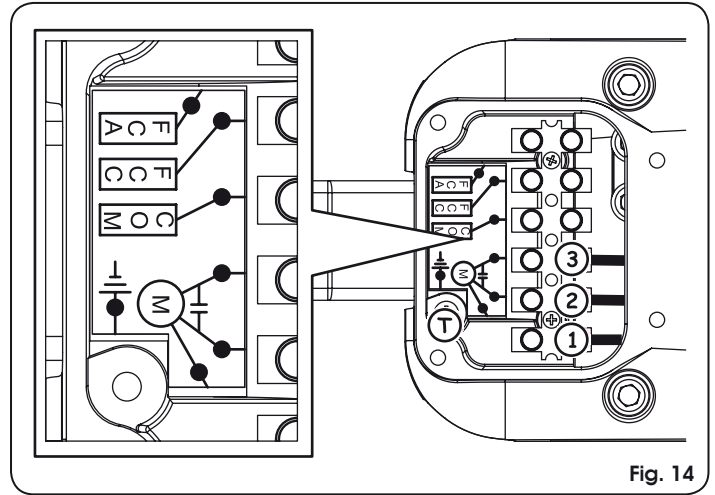

Fig. 14
3. Réaliser les connexions du moteur et de la mise à la terre en se reportant à la Fig. 14 et les tableaux suivants.